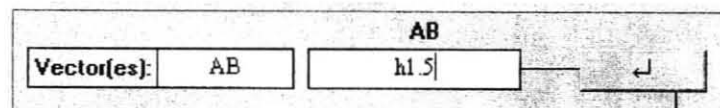

Fig. 34
2. En el **Cuadro-Vector(es)** escribe el texto "ab" y presiona INTRO. El programa convierte el texto a mayúsculas, "AB", y pasa el enfoque al cuadro a la derecha del anterior, cuyo rótulo se actualiza a "AB" (Fig. 34). En este cuadro escribe el texto "h1.5" (que denota un vector horizontal hacia la derecha, de magnitud 1.5) y presiona INTRO. El enfoque pasa al botón "↵". Oprime este botón.